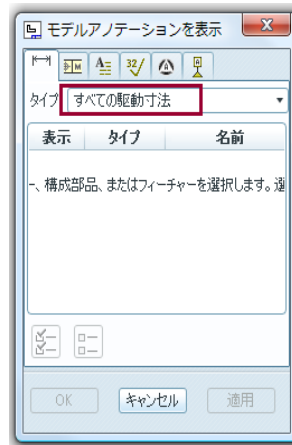

図 16 寸法アノテーション
2) 寸法表示: 「モデルアノテーションを表示」が表示されたら、「寸法」をクリックして、タイプを図 16 に示す「すべての駆動寸法」を選択する。